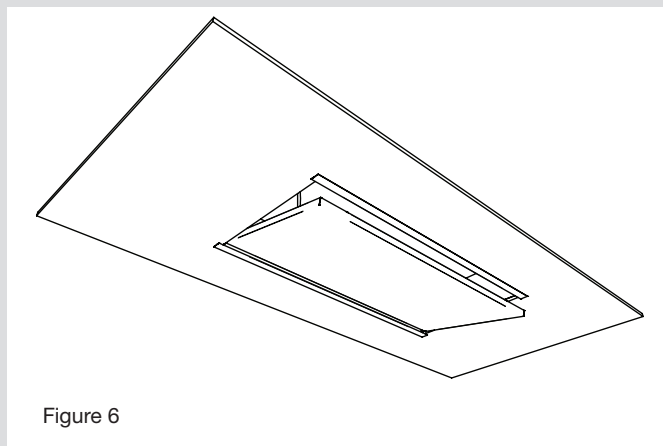

Figure 6
5. Insérer la tuile et la boîte de jonction dans le trou en débutant par l'un des côtés (Fig. 6).*